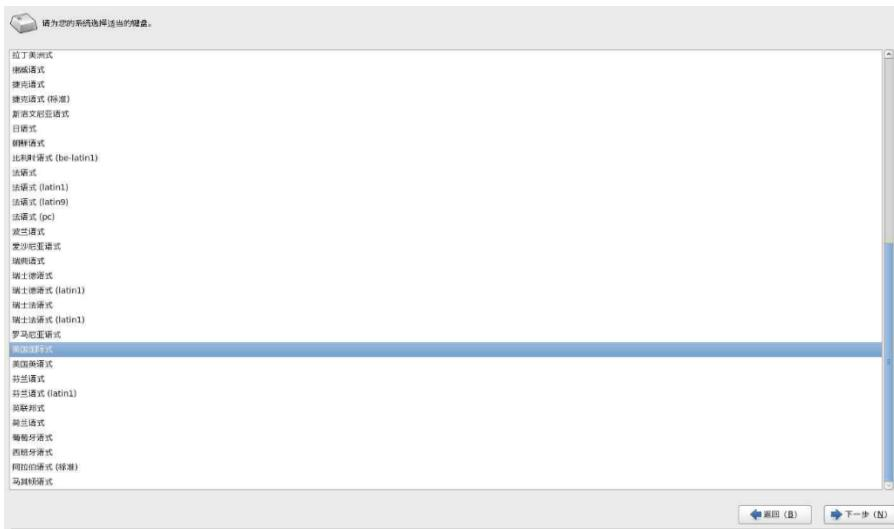

图 6-23
f. 单击 Next 后，进入键盘的选择，选择默认“美语国标式”。如图 6-23 所示。